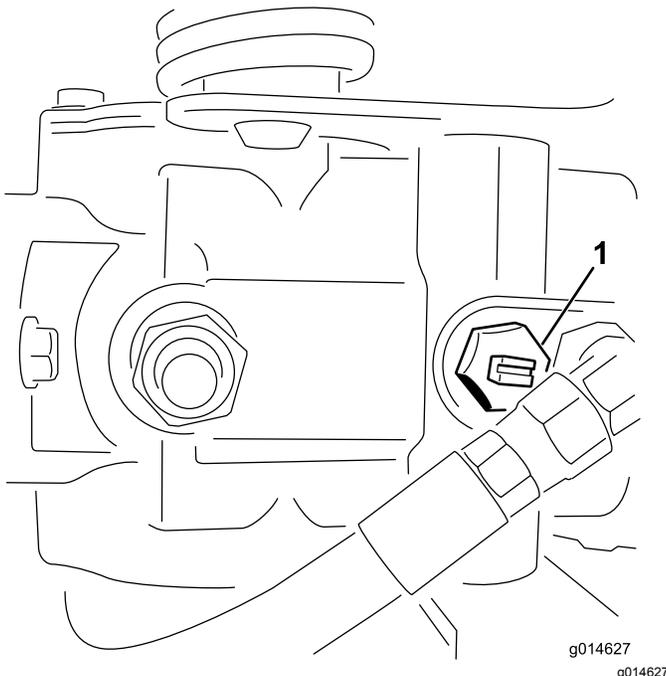

Bild 25
2. Schließen Sie vor dem Starten des Motors das Sicherheitsventil. Drehen Sie den Schlitz des Ventils in die horizontale Stellung (Bild 25).
1. Ermitteln Sie das Sicherheitsventil an der Pumpe und drehen es so, dass der Schlitz vertikal ist (Bild 25).